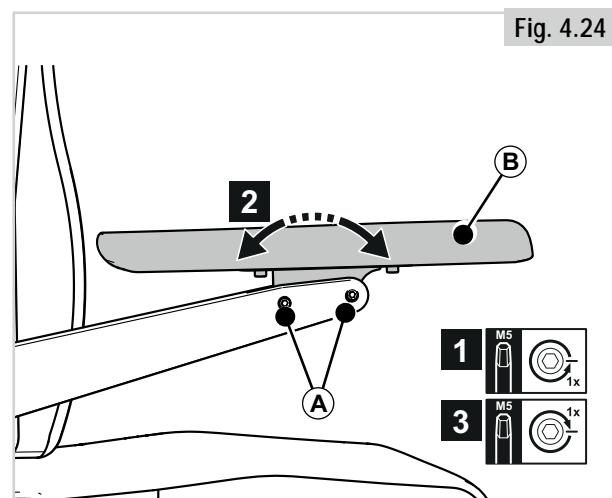

Fig. 4.24
TRIN 2 (Fig. 4.24)
For at kunne nå den bageste skrue ved laveste armlænshøjde, skal du først løsne skruerne (A) i Fig. 4.24 og justere pudens vinkel.